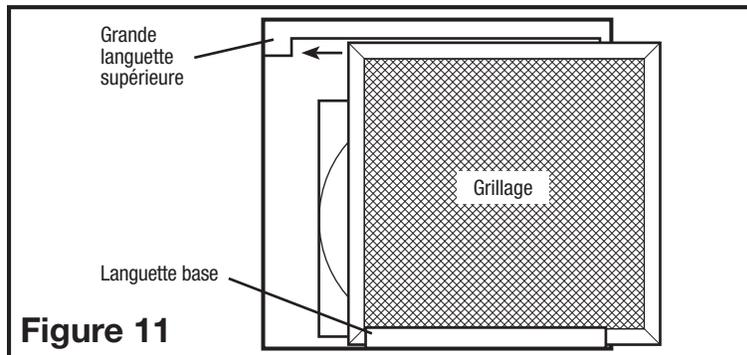

Figure 11
- Si le grillage n'est pas en place, insérez le grillage dans la languette située à la base de l'unité (assurez-vous que le côté le plus large du grillage est latéral à l'intérieur de l'unité) (**Figure 11**).
- Faites glisser le grillage sur le côté avec la plus grande languette supérieure en vous assurant que le grillage s'adapte derrière la languette (**Figure 11**).